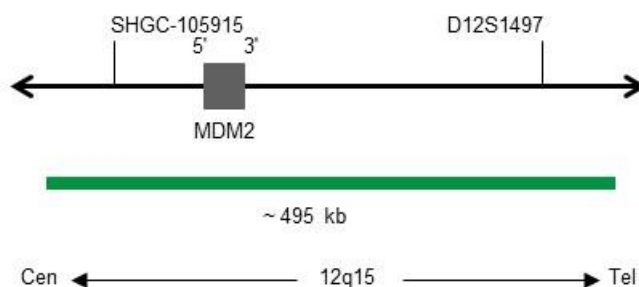

Fig. 1: SPEC MDM2 Mapa de la sonda (no está a escala)
- Polinucleótidos marcados en verde (excitación a 503 nm/emisión a 528 nm) ZyGreen (~10 ng/μl), dirigidos a secuencias localizadas en 12q15* (chr12:69,071,802-69,565,421) que albergan la región del gen MDM2 (ver Fig. 1).